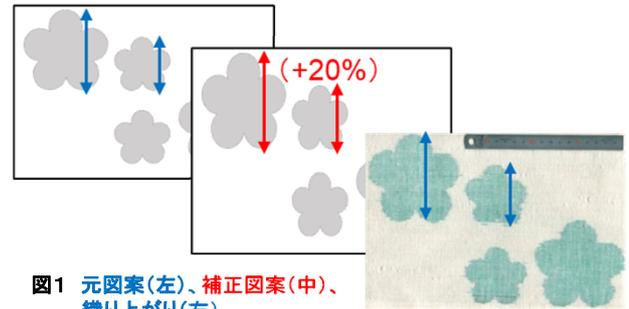

図1 元図案(左)、補正図案(中)、織り上がり(右)
- ・縮み分の密度を補正した梅柄の図案を試織し、寸法を測定した結果、図1の経方向縮率は梅大が6%、梅小が2%と減少し、経緯の比率を改善することができた。